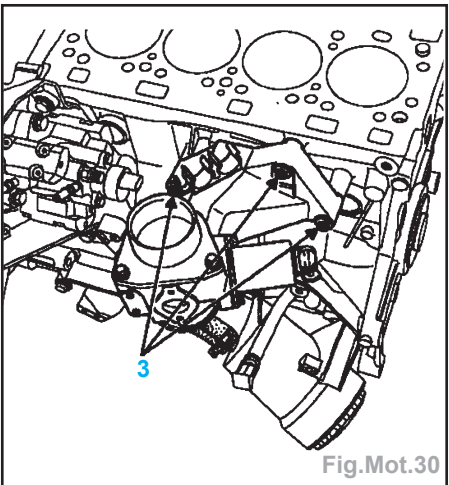

Fig.Mot.30
- les vis (3) de fixation du boîtier étouffoir (Fig.Mot.30),